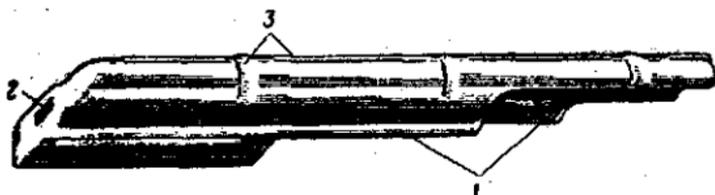

Рис. 29. Крышка ствольной коробки:
14. Крышка ствольной коробки (рис. 29) предохраняет от загрязнения части и механизмы, помещенные в ствольной коробке. С правой стороны она имеет ступенчатый вырез для прохода выбрасываемых наружу гильз и для движения рукоятки затворной рамы; сзади — отверстие для выступа направляющего стержня возвратного механизма.